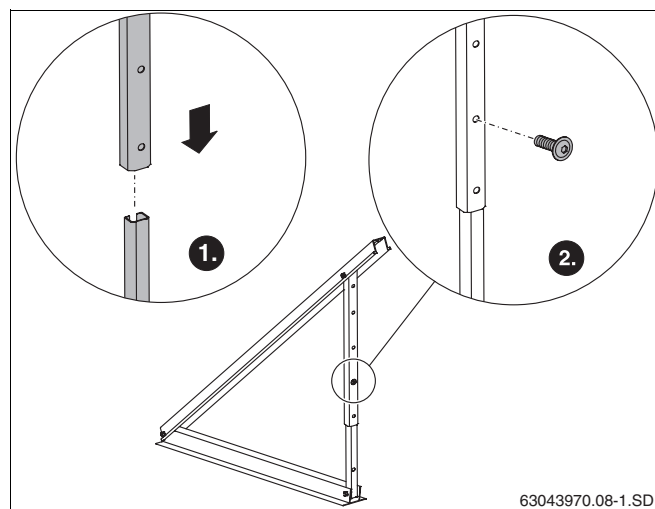

Fig. 11 Connexion des rails télescopiques
- Insérer les rails télescopiques l'un dans l'autre et les fixer avec une vis M8 × 20 (fig. 11).